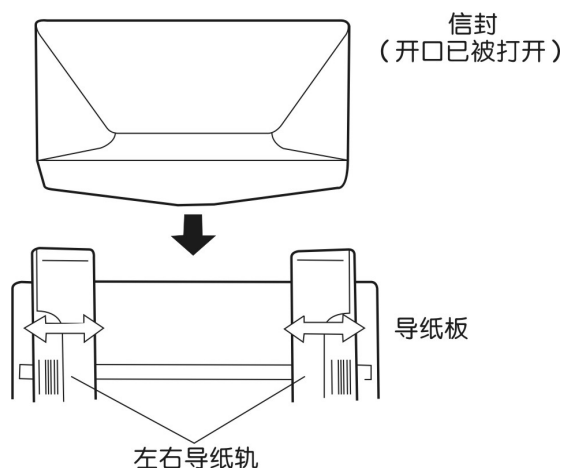

图 3-10 调节打印信封时的导纸轨位置
5. 设定左导纸轨的位置，见图 3-10。装入信封，并根据信封宽度调整右导纸轨的位置。最后，暂时取下信封。
7. 先装入信封前部，正面向下，沿左右导纸轨把信封开口端插入，见图 3-10。向下轻轻把信封推入，确保信封处于平整位置。